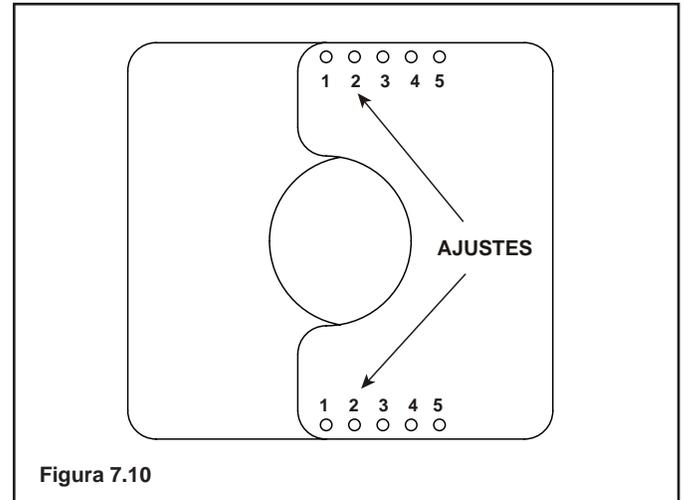

Figura 7.10
4. Centre el reductor en el tubo de escape y asegúrelo con dos tornillos autopercutores (vea la Figura 7.10).